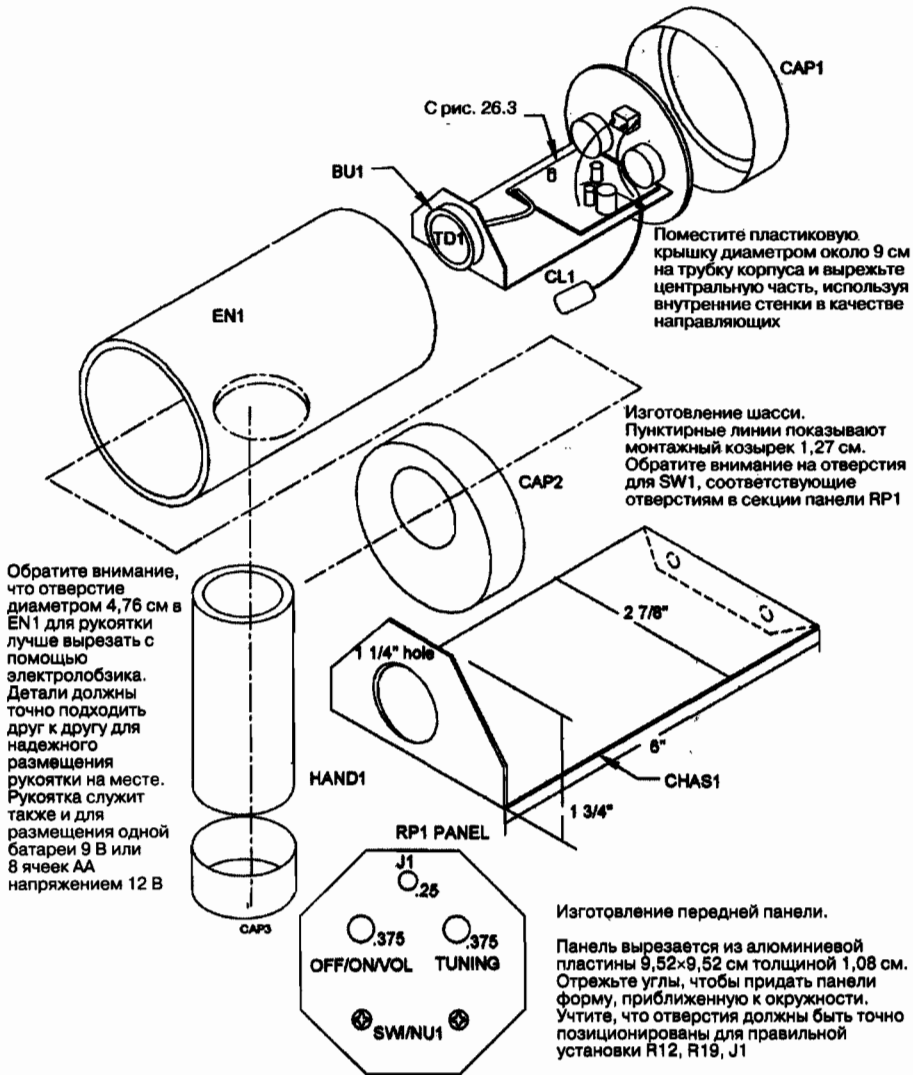

Рис. 26.4. Общий вид секций конструкций устройства для сборки, с указанными размерами для изготовления
4. Изготовьте шасси CHAS1, переднюю панель RP1, корпус EN1 и рукоятку HAND1, как показано на рис. 26.4.
Прибор без параболического отражателя с преобразователем, установленным, как показано на рис. 26.4